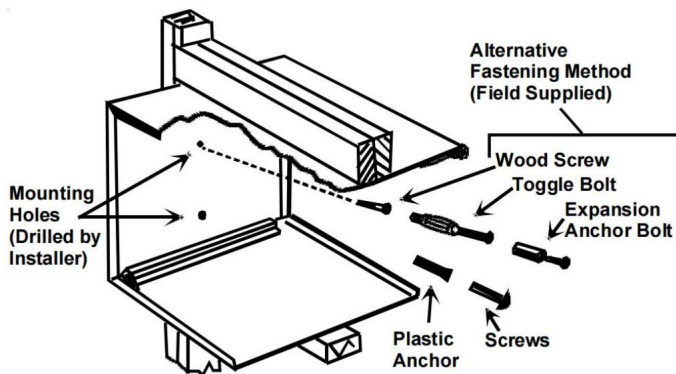

Figura 5
5. Quando installato nell'apertura, il manicotto a parete deve essere livellato da un lato all'altro e inclinato di un quarto di bolla da davanti a dietro. **NON INCLINARE IL MANICOTTO A PARETE VERSO LA STANZA.** Vedere Figura 5. Questo serve per lo scarico della condensa.
7. Fissare il manicotto utilizzando quattro viti per legno #12x2" (per edifici costruiti in legno) o quattro viti per muratura #12x2" (per edifici costruiti in cemento o mattoni) (Figura 5). Fissare 2 punti sul lato sinistro e destro, assicurarsi